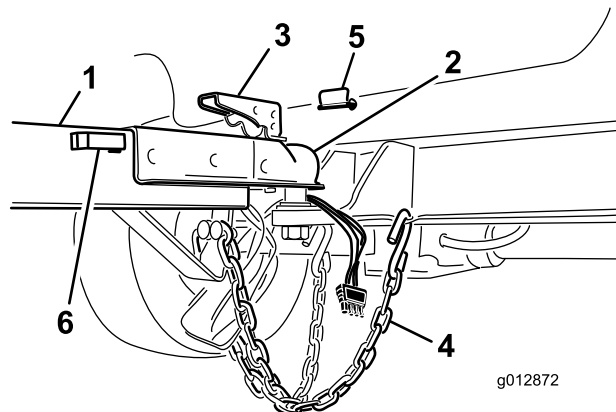

Figura 14
2. Levante la palanca de la lengüeta y baje el enganche sobre la bola (Figura 14).